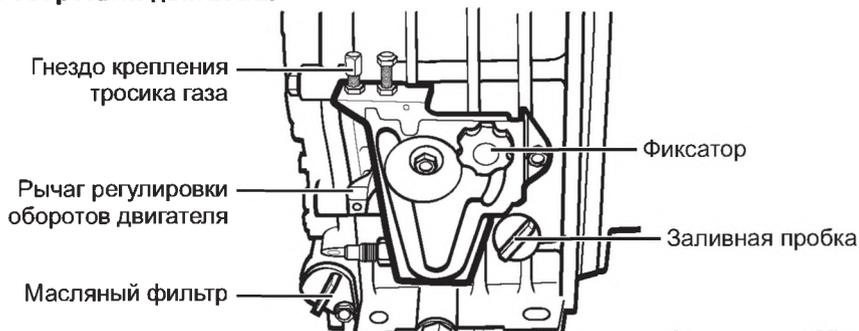

Рис. 8
- На блоке управления запуском и оборотами двигателя установите рычаг регулировки оборотов двигателя в верхнее положение и зафиксируйте его. (рис. 8).